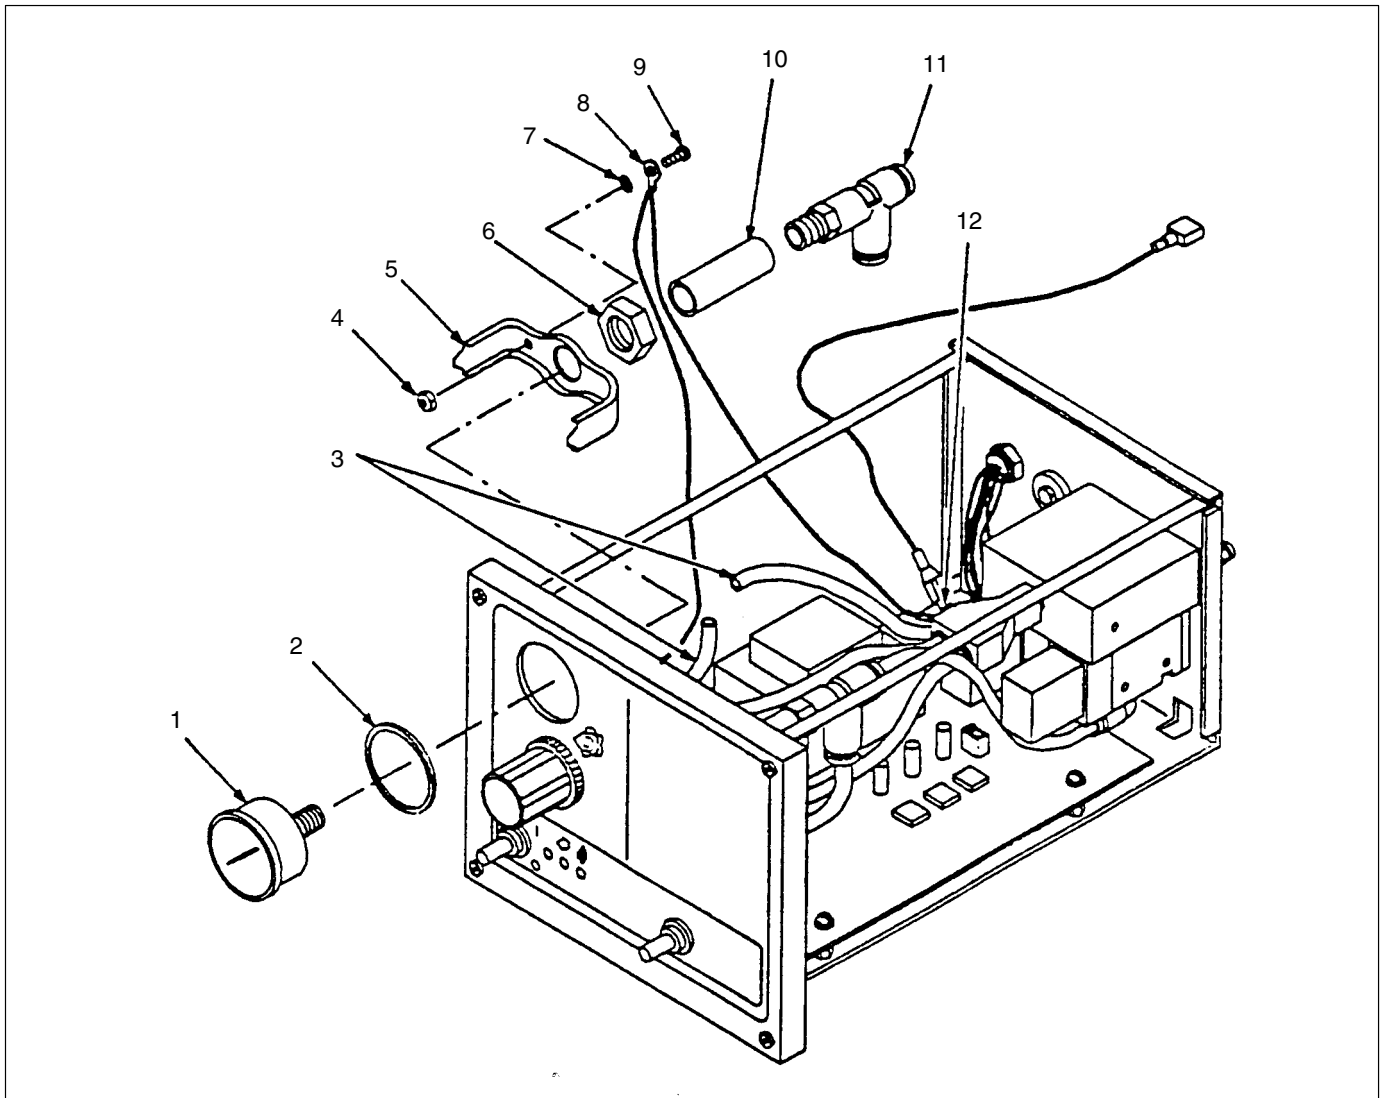

Fig. 6-3 Remplacement du manomètre
2. Cf. fig. 6-3. Retirer les vis (9), rondelles à dents (7), écrous (4) et le câble de terre (8) des fixations du manomètre (5).
3. Débrancher la conduite d'air (3) du T (11).
4. Retirer le T et le tuyau de raccordement (10) du manomètre (1).
5. Retirer l'écrou (6) et la fixation (5) du manomètre.
6. Démontez le manomètre et le joint d'étanchéité (2) du panneau frontal. S'il est en parfait état, mettez de côté le joint d'étanchéité pour réutilisation.